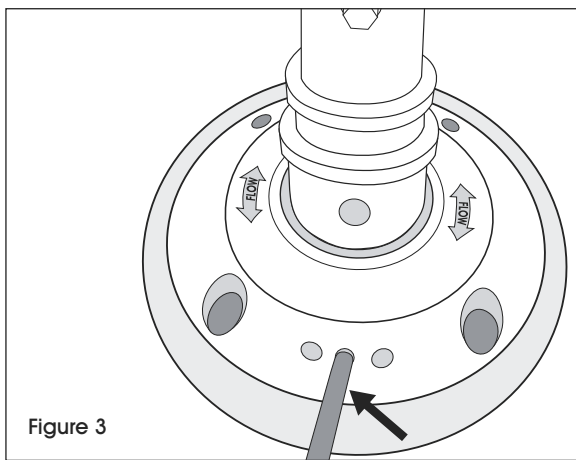

Figure 3
6. À l'aide d'un marteau ou d'un maillet en caoutchouc, insérez la tige en plastique dans le trou central pour sécuriser le poteau à la base. (Voir Figure 3)